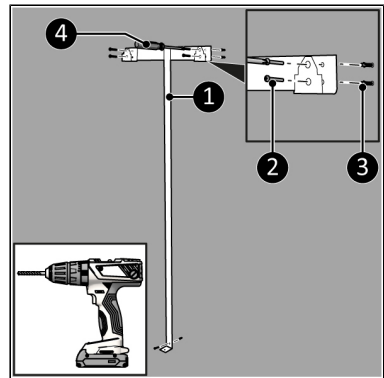

Abbildung 7.
4. Platzieren Sie die Wandhalterung (Abbildung 7, Pos. 1) an der Wand und markieren Sie die fünf Löcher.
6. Platzieren Sie die Dübel (Abbildung 7, Pos. 3).
7. Schrauben Sie die Wandhalterung (Abbildung 7, Pos. 1) an die Wand mit fünf großen Schrauben (Abbildung 7, Pos. 2) mit einem Kreuzschlitzschraubendreher (Abbildung 7, Pos. 4).